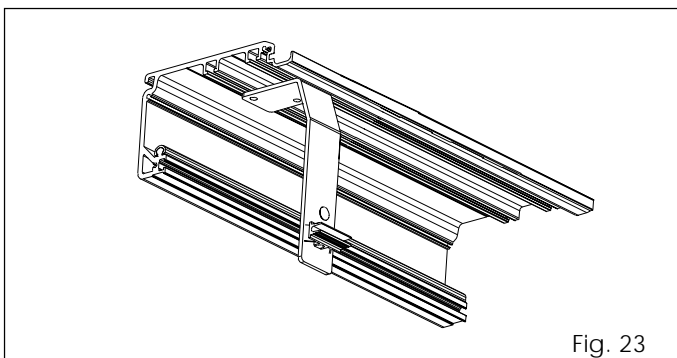

Fig. 23
- Zet een bevestigingsbeugel van de kap aan het uiteinde van de dwarsbalk, aan de kant tegenover de motorgroep, vast met de bijgeleverde schroeven en plaatjes (fig. 23).